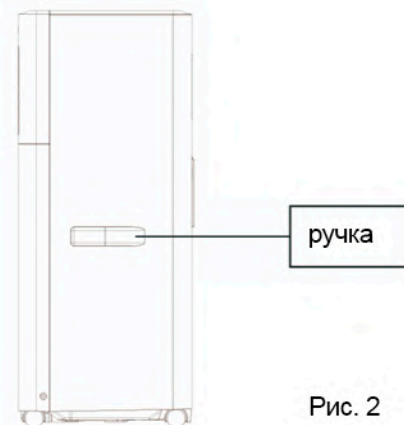

Рис. 2
1) Возьмитесь за ручку с одной стороны и перемещайте или передвигайте устройство, сохраняя его в вертикальном положении (как показано на Рис. 2).